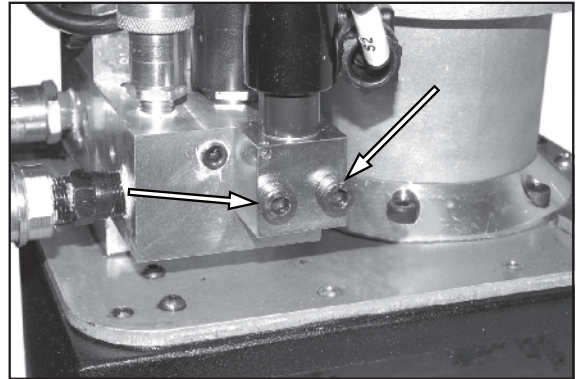

Abbildung 36.
2. Siehe Abbildung 36. Die beiden Druckbegrenzungsventilschrauben und das Ventil entfernen.